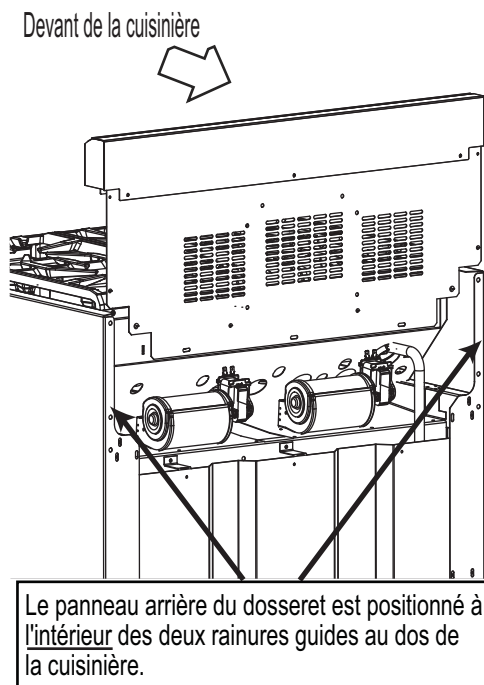

Figure 16 : Emplacement du dossieret
- NE tentez PAS d'installer le dossieret Thermador, qui est doté de trou d'aération dans le panneau arrière pour alimenter seulement un ventilateur de refroidissement (voir Figure 16).
- Le dossieret est inséré à l'intérieur des rainures guides au dos de la cuisinière, tel qu'illustré à la Figure 16. (Enlever l'assemblage de grille pour un dégagement d'installation suffisant pour les modèles avec grille.) À l'aide d'une clé Torx T-20, fixez le dossieret avec les quatre (4) vis Torx sur les panneaux latéraux de la cuisinière.
- La tablette à casserole requiert un pré-assemblage du panneau supérieur à la tablette en utilisant les neuf (9) vis Torx comprises. Pour une charge suffisante, IL FAUT fixer deux (2) vis dans les coins inférieurs du haut de la tablette. Utilisez trois (3) vis Torx pour installer la bande au dos de la cuisinière, tel qu'illustré. Le centre de la bande peut être soutenu par une languette depuis le panneau arrière et ne requiert pas de vis.
- Pour fixer le devant du dossieret, installez trois (3) vis Torx au panneau avant inférieur du dossieret, dans le rebord au dos de la surface de la cuisinière.